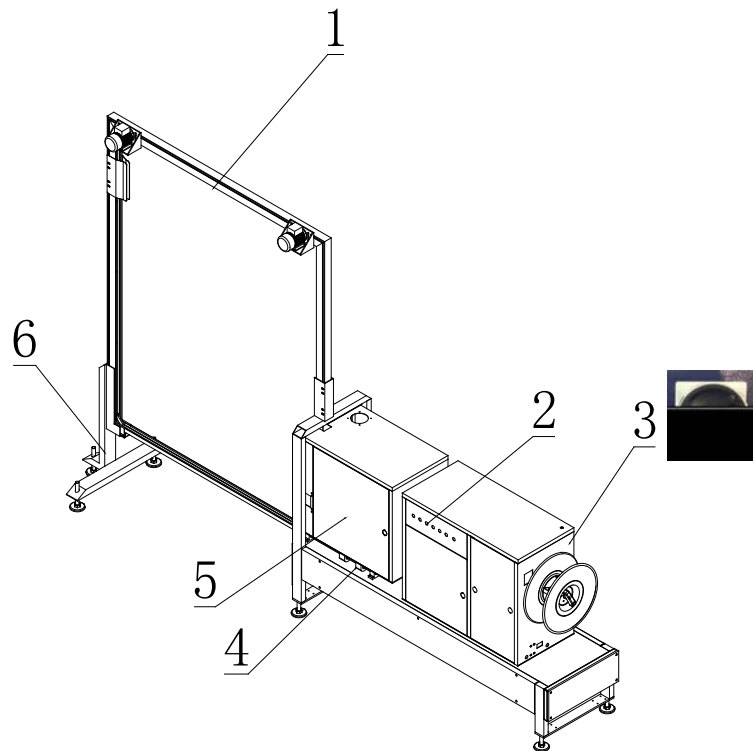

图 2-1
2.2.1 机器结构及主要部件图(见图 2-1)
- 接通主电源开关见图 2-1 所示，此时电源指示灯亮。
- 正转反转：控制图 2-1 所示中机芯部件装置的左右移动。